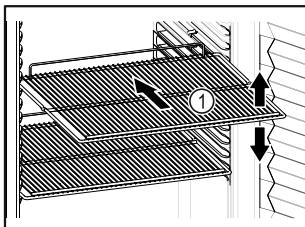

Fig. 60 Shembull ilustrues
- Nëse rafjet me rrjetë Fig. 60 (1) mund të zhvendosen, atëherë përshtatini sipas lartësisë.